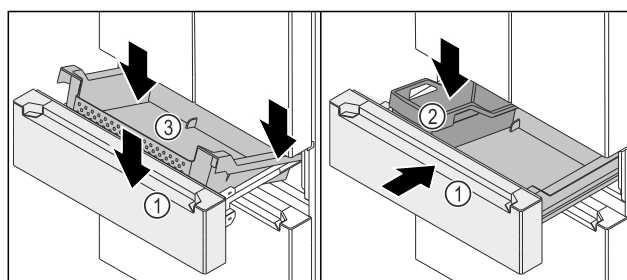

Fig. 147
- Vyťahovací vozík Fig. 147 (1) je vytiahnutý.
- Nasadte nádobu Fig. 147 (3) vzadu na koľajničky vpravo a vľavo.
- Spustite nádobu Fig. 147 (3) vpredu tak, aby nádoba Fig. 147 (3) obklopovala koľajničky vpravo a vľavo.
- Vložte FlexBox Fig. 147 (2).
- Zasuňte vyťahovací vozík Fig. 147 (1).